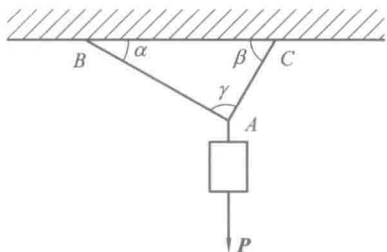

图 1.12
- 如图 1.12 所示,两绳 AB、AC 悬挂一重为 P 的物块,已知夹角 $\alpha < \beta < \gamma = 90^\circ$,若不计绳重,当物块平衡时,将两绳的张力 F_{AB} 、 F_{AC} 大小相比较,则有()。